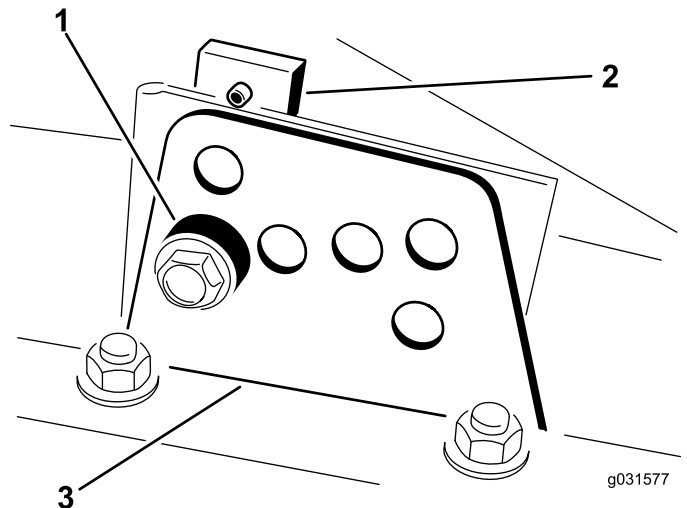

図 18
2. 図 18 のように、各刈り高ブラケットを刈り高プレ
す 図 18。